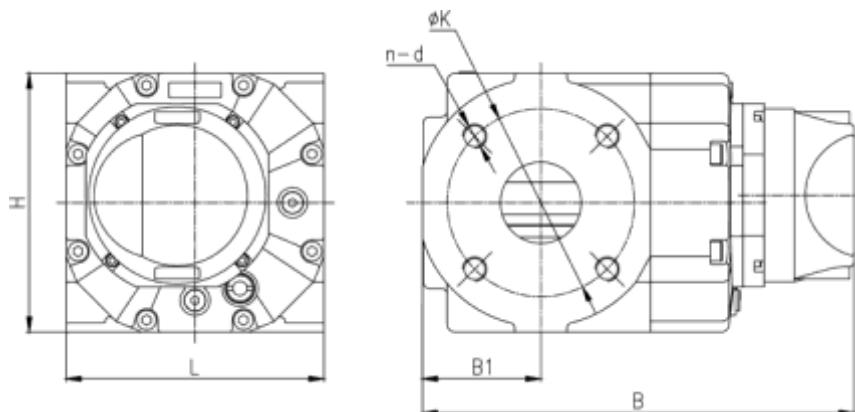

РИС.6 Габаритные размеры
5.1 Размеры расходомера показаны на РИС.6 (см. Таблицу 2), и размеры фланца соответствуют стандарту GB/T 9119-2010.